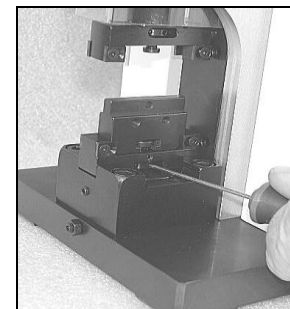

Fig. 9.04
- **Presser le support dans le guide et serrer le vis de sertissage. (Fig. 9.04)**